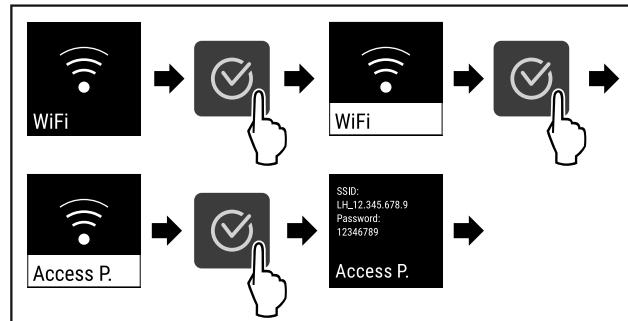

Fig. 85
- Vykonalajte kroky akcie (pozri Fig. 85).